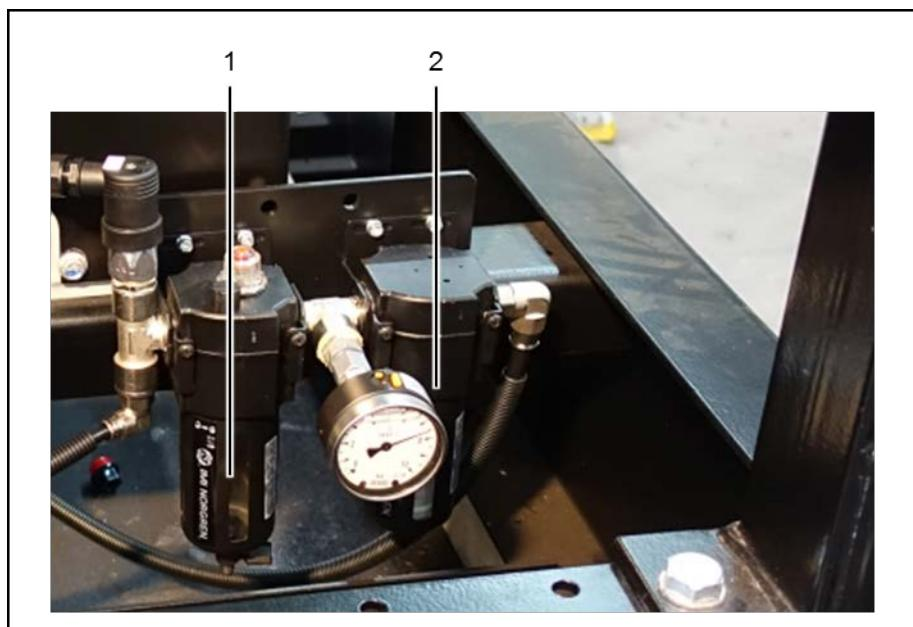

Рис. 17: пневмоблок
2. Поверните масляный бачок (Рис. 17: поз. 1) влево, чтобы открыть байонетный замок, и снимите его.
4. Установите масляный бачок (Рис. 17: поз. 1) в масленку и поверните его вправо до фиксации байонетного замка.
2. Поверните корпус фильтра сжатого воздуха (Рис. 17: поз. 2) влево, чтобы открыть байонетный замок, и снимите корпус.
5. Вставьте корпус фильтра (Рис. 17: поз. 2) вместе с фильтром сжатого воздуха на место и поверните вправо до фиксации байонетного замка.